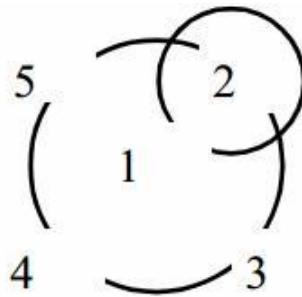

Рисунок 2 – Схема расположения прибора при проведении измерений
- Сместите условный центр прибора относительно первого измерения на 5...7 см по диагонали в положение «2 часа» (см. рис. 2) и проведите 2-е измерение (нажмите кнопку **(M)** и отойдите от прибора на один шаг) - на дисплее появится сообщение «Измерение», а через 3 - 4 секунды - значение плотности « ρ_2 » и температуры «Т» во второй точке измерения:
- сместите условный центр прибора, ориентируясь по нарисованной окружности, на 5...7 см по диагонали в положение «2 часа» (см. рис.2) и проведите измерения плотности ρ_2 ;